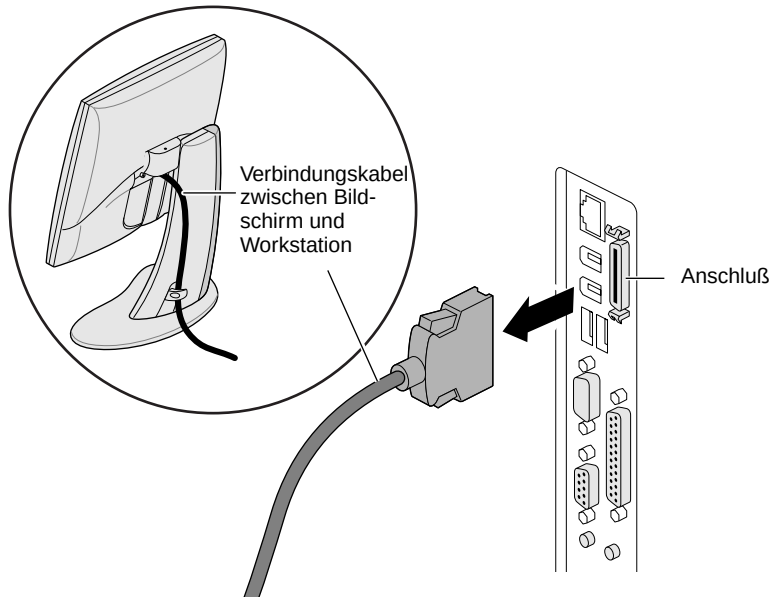

Abbildung 5-11 Entfernen des Verbindungskabels zwischen Flachbildschirm und Workstation
6. Ziehen Sie das Kabel des Flachbildschirms aus der Rückseite der Silicon Graphics 540 Visual Workstation. Siehe Abbildung 5-11.